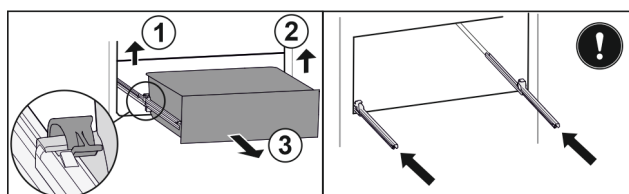

Fig. 41
- ▶ Levante la brida izquierda y, simultáneamente, tire de la parte izquierda del cajón hacia delante. Fig. 41 (1)
- ▶ Levante la brida derecha y, simultáneamente, tire de la parte derecha del cajón hacia delante. Fig. 41 (2)
- ▶ Extraiga el cajón hacia delante. Fig. 41 (3)